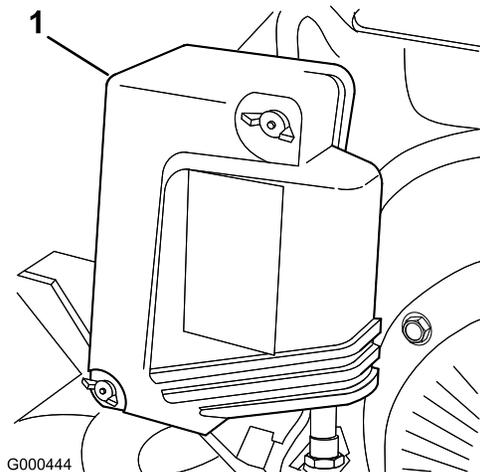

Bild 28
2. Nehmen Sie die Flügelschrauben ab, mit denen die Luftfilterabdeckung am Luftfilter befestigt ist. Nehmen Sie die Abdeckung ab. Reinigen Sie die Abdeckung gründlich (Bild 28).